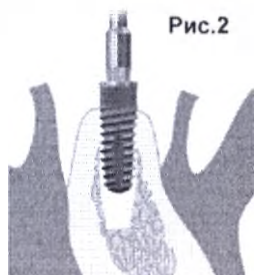

Рис.2
- 7) Имплантат устанавливают в подготовленное костное ложе и закручивают (рис.2).